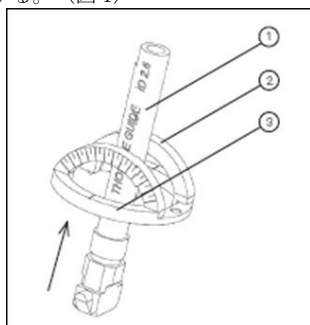

図 1
- (1) 本品は滅菌済みである。使用前に本品の使用期限を確認し、包装が開封されていったり損傷していないかの点検を行う。本品を再使用する際は使用前に必ず滅菌を行うこと。
- (2) 本品の部品を以下の順に組み立てる。
- ・ ベースリング (③) 及びガイドレール (②) から成るモジュールにカテーテルガイド (①) を下方から取り付け、カテーテルガイドの摺動面がガイドレールの内半径に接するようにする。(図 1)